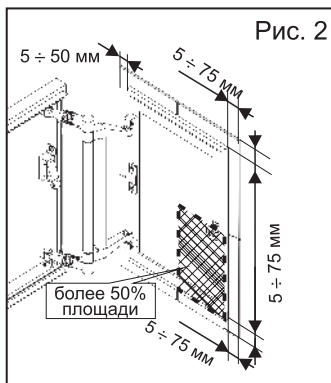

Рис. 2
**Наклеенная на дверцу плитка должна выступать за габариты дверцы от 5 до 50 мм со стороны петли и от 5 до 75 мм с остальных сторон и не должна примыкать к полу, потолку или боковым стенам. Не менее 50 % поверхности крайних плиток должно быть наклеено на дверцу (Рис. 2).**